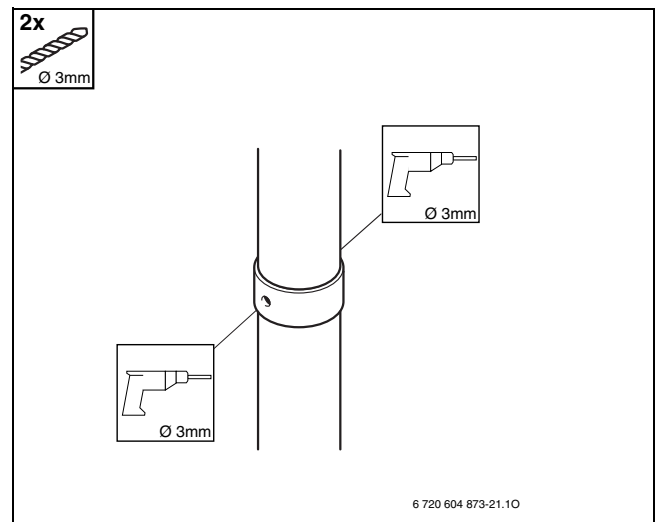

Рис. 37
►Просвердліть два отвори $\text{Ø } 3\text{ мм}$ в трубі подачі свіжого повітря. Максимальна глибина свердлення становить 8 мм. Це важливо для того, щоб не пошкодити трубу (Рис. 37).